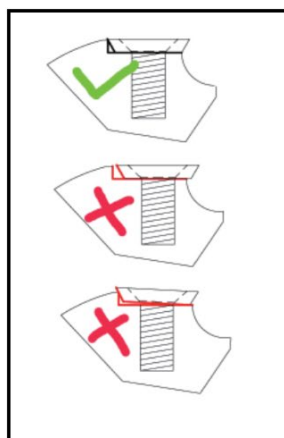

Abb. 18
- 7 Führen Sie eine Sichtprüfung durch und vergewissern Sie sich, dass die Wendepplatte an ihrem Platz ist und kein Spalt zwischen Wendepplatte und Wellenkörper vorhanden ist (Abb. 18).